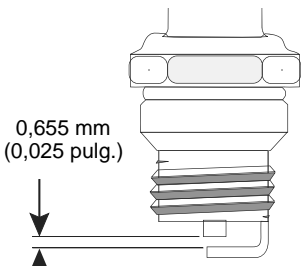

Fig. 56
4. Cambie las bujías que están rajadas, sucias o deterioradas. Fije la separación de aire a 0,655 mm (0,025 pulgadas) utilizando un calibrador (Fig. 56).